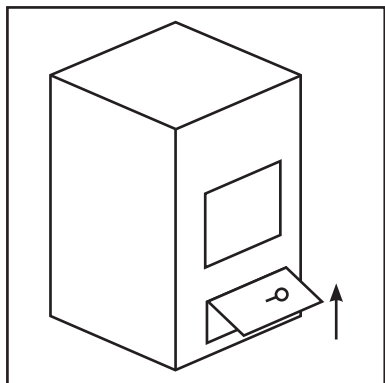
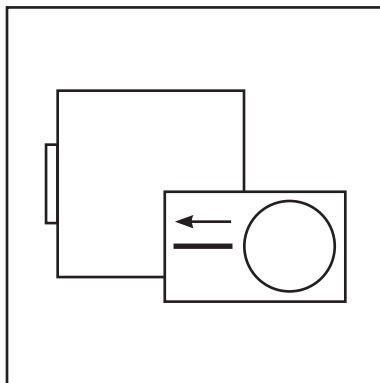

Рис.2
Рис.3
- Полностью откройте крышку окислителя (Рис.2), установите внешний шибер в вертикальное положение (Рис.3), рукоятку внутреннего шибера задвиньте до упора в направлении котла (Рис.4).